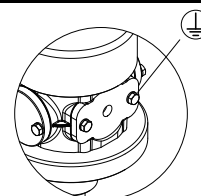

Fig.8 アース線接続箇所
- 1) ポンプを設置するときには必ず指定箇所からアース線を接続してください。(Fig.8)